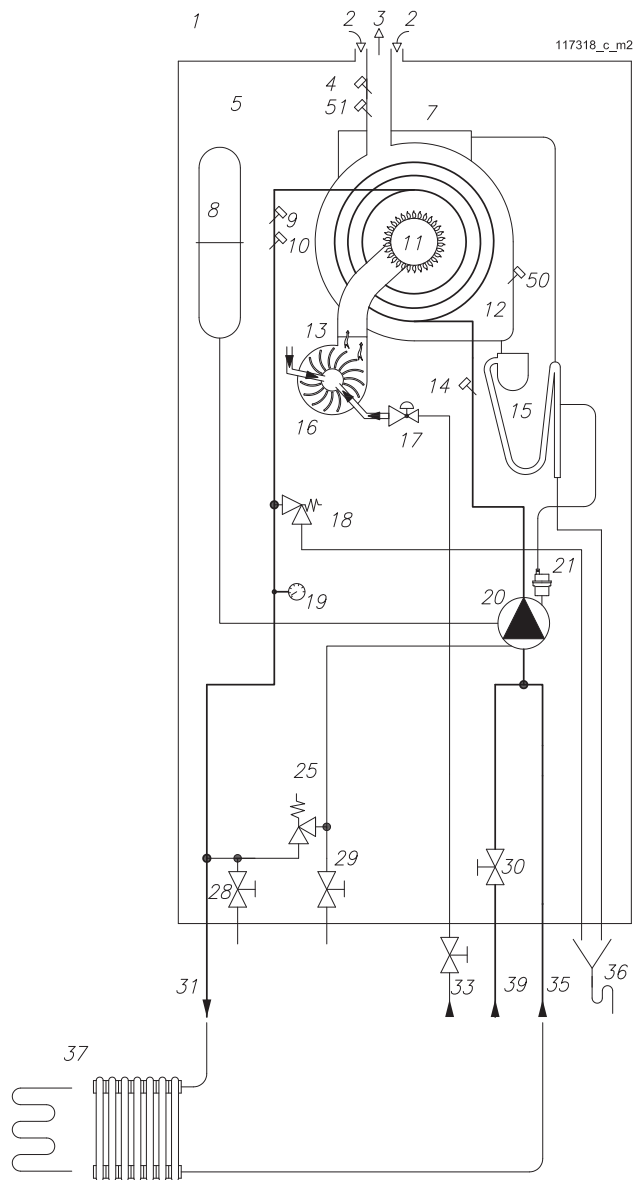

Figura 4-3 - Schema idraulico versione "C"
**“C”** - Con questo apparecchio si può realizzare un impianto per il solo riscaldamento centralizzato con gli elementi riscaldanti funzionanti ad una temperatura compresa fra 30°C e 80°C. Un esempio di questa tipologia di impianto è esemplificato in Figura 4-3.